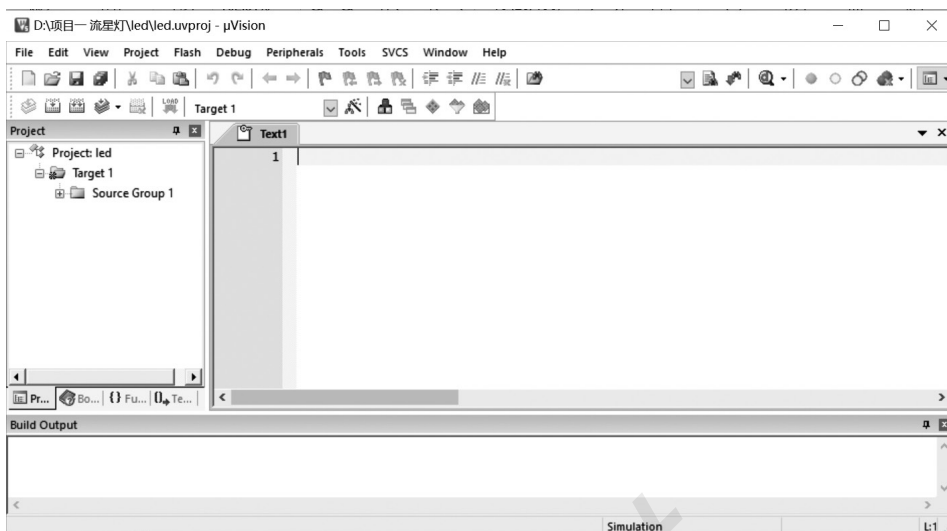

图 1-1-17 新建文档文件
(5) 第五步: 新建文档文件。执行菜单“File | New...”, 出现一个名为“Text n”(其中 n 表示序号) 的文档。如图 1-1-17 所示。